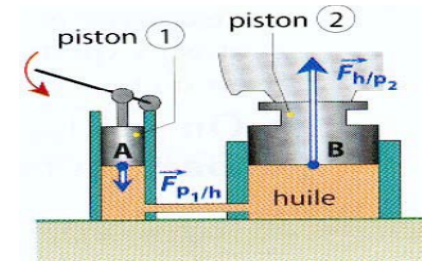

Fig.6
La fig.6 représente un cric hydraulique formé de deux pistons (1) et (2) de section circulaire. Sous l'effet d'une action sur le levier, le piston (1) agit, au point (A), par une force de pression $F_{p1/h}=100N$, sur l'huile agit, au point (B) sur le piston (2) par une force $F_{h/p2}$, les diamètres de chacun des pistons : $D1 = 10\text{ mm}$; $D2 = 100\text{ mm}$.
L'indicateur de pression au point B est pour mesurer la pression au point A dans un écoulement de l'eau. Si la pression en B est de 87 kPa, estimer la pression au point A, en kPa. Supposer que tous les fluides sont à 20°C. Voir La Fig. 6.